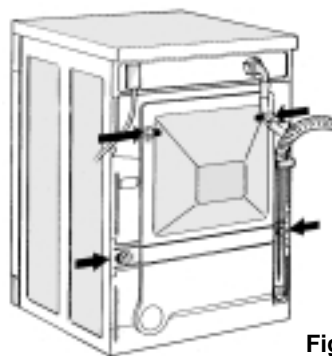

Fig. 2
1. Allentare le viti con la chiave in dotazione (Fig. 2).